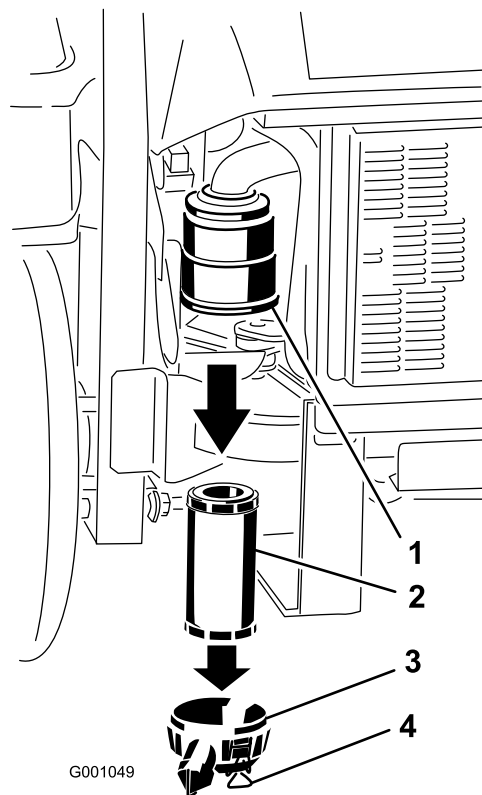

Figure 35
3. Ouvrez les dispositifs de verrouillage du filtre à air et enlevez le couvercle du corps du filtre (Figure 35).
5. Sortez l'élément filtrant du corps du filtre avec précaution (Figure 35). Évitez de cogner l'élément à l'intérieur du corps.